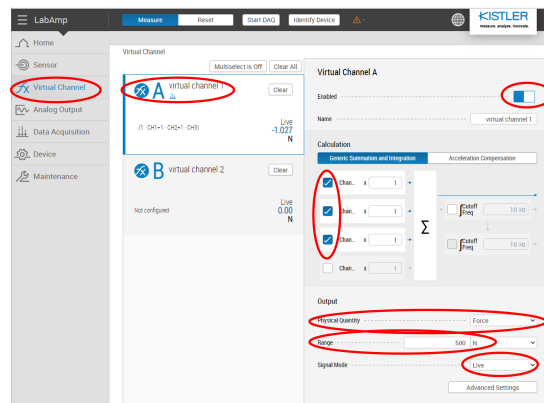

Fig. 4: Configuration d’un virtual channel.
- Assurez-vous qu’un virtual channel est enclenché pour lire la somme des trois capteurs, aussi en mode “Live” sans filtre (voir Fig 4).